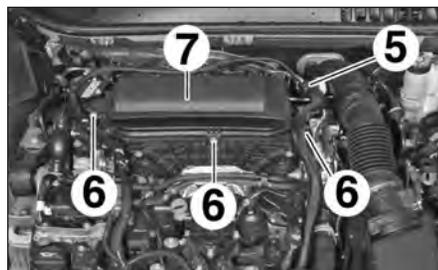
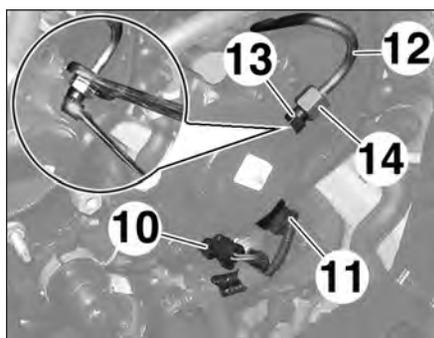

FIG.44
FIG.46
- Débrancher la durit (5) de réaspiration des vapeurs d'huile (Fig.44).
- les vis (6),
- la protection (7).
- les connecteurs (10) et (11) de la pompe haute pression (Fig.46),
- la canalisation haute pression (12).
- Débrancher la durit de réaspiration des vapeurs d'huile (5) (Fig.44).
- Desserrer le raccord haute pression (14) de la canalisation haute pression (12) sur la pompe haute pression (Fig.46).